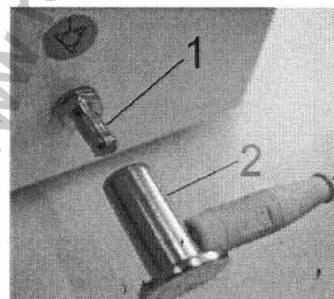

Рис.4
- Штырек для эквипотенциального, прямого соединения Ø6 мм (1) (рис. 4) подсоединить к распределительной сети в соответствии с действительными электротехническими нормами. Розетка эквипотенциального, прямого соединения (2) относится к выбираемым принадлежностям, и ее нет в стандартной упаковке.